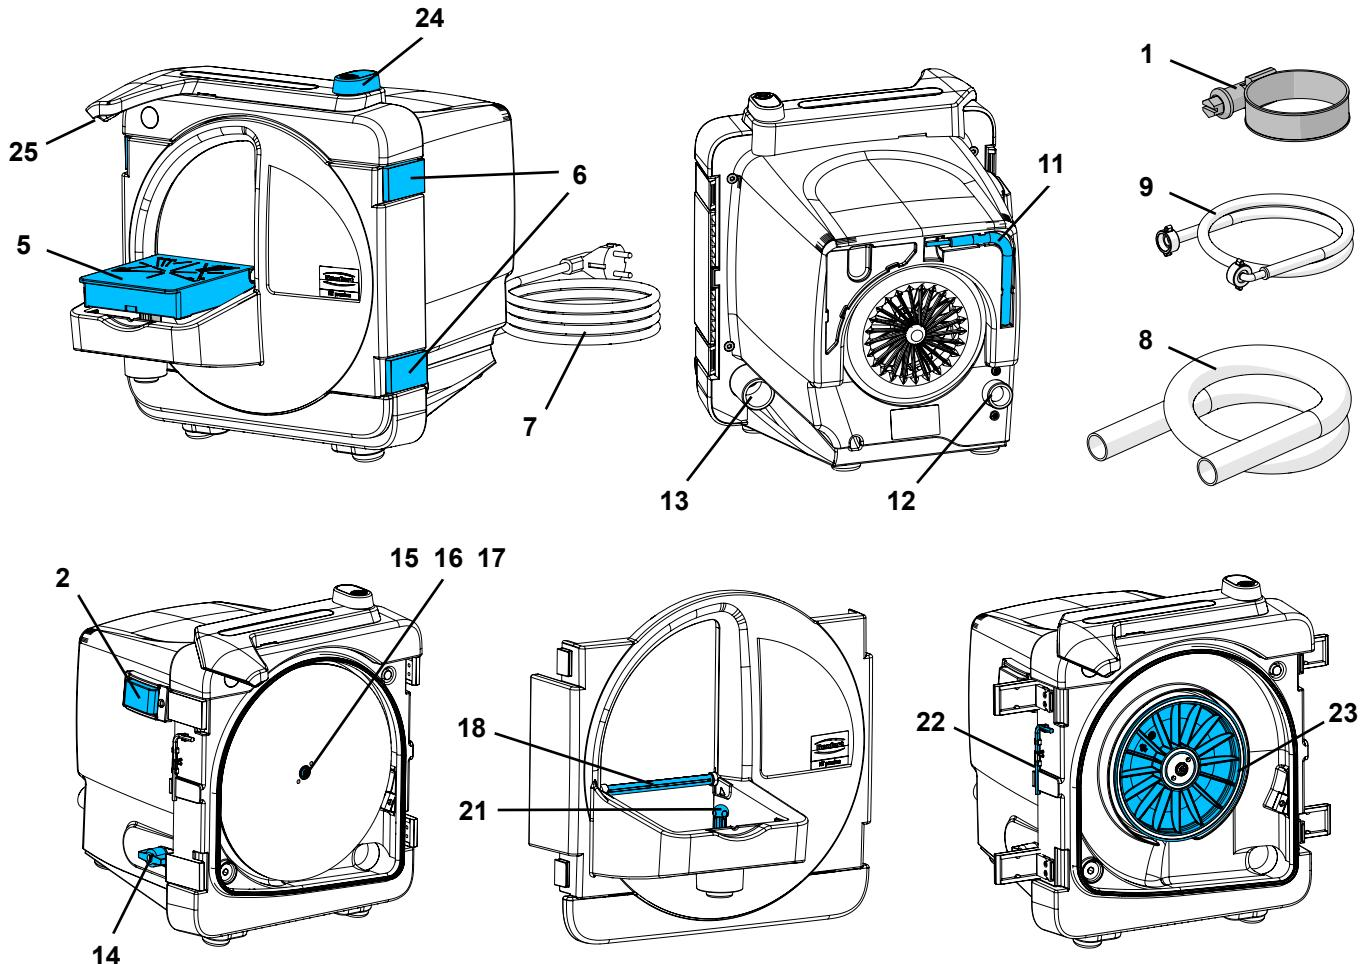

Fig. 1
- ⇒ Enrosque el tubo de agua (8) en el racor de empalme (13).
- ⇒ Sujételo con la abrazadera (1).
- ⇒ Conecte el enchufe de red (7, Fig. 1).
El aparato se conecta o desconecta con el interruptor de conexión / desconexión (2, Fig. 1).